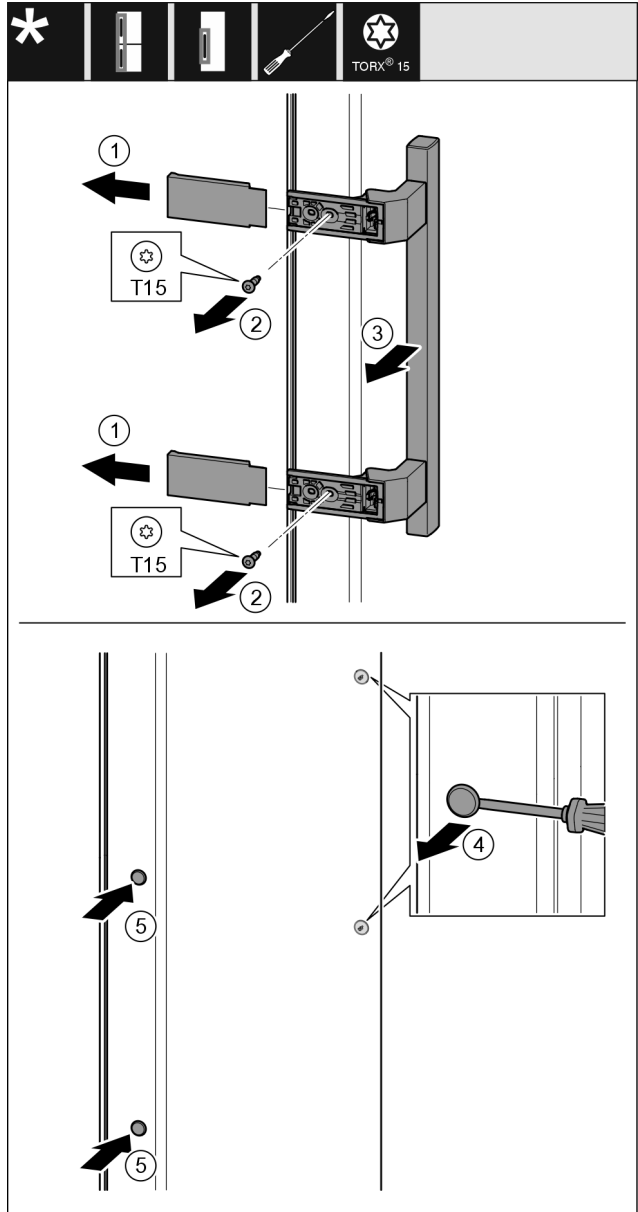

Fig. 18
- Afdekking Fig. 18 (1) wegtrekken.
- Schroeven Fig. 18 (2) met een schroevendraaier er uit draaien.
- Greep Fig. 18 (3) wegnemen.
- Til de zijplug voorzichtig Fig. 18 (4) op met een platte schroevendraaier en trek hem er uit.
- Plug Fig. 18 (5) aan de andere kant er weer insteken.